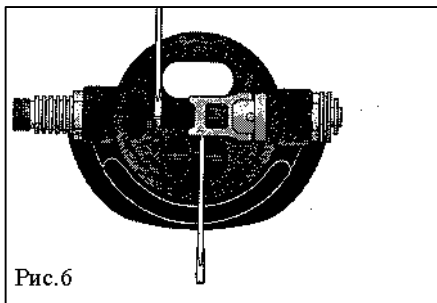
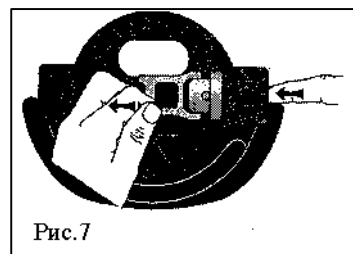

Рис.6
Рис.7
- Удерживая пластиковый стержень (9) рожковым ключом на 8 мм, открутите вторым рожковым ключом на 8 мм винт (7). Рис. 6.
- Используя шестигранный ключ на 4 мм, открутите заглушку теплообменника (17) и снимите с нее уплотнительное кольцо (16).
- Используя рожковый ключ на 19 мм, открутите теплообменник (15) и снимите с заглушки уплотнительное кольцо (14).
- Взявшись пальцами одной руки за рычаг (10) и, выталкивая через отверстие в корпусе дыхательного автомата пальцем держатель рычага (11), извлеките механизм в сборе из корпуса (29) дыхательного автомата. Рис. 7.